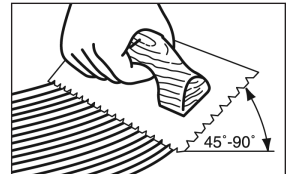

Figure 3
- Les délais de collage et de séchage de TOUS les adhésifs varient en fonction de la porosité du plancher brut, de la circulation de l'air, de l'humidité et de la température de la pièce. L'adhésif uréthane a un temps de travail raccourci dans les environnements à forte humidité. Dans les endroits où l'humidité est faible, le temps de travail sera plus long avec les adhésifs uréthane et plus court avec certains adhésifs. Ajustez la quantité d'adhésif à étaler sur le plancher brut en conséquence. L'adhésif ne devrait pas être appliqué si la température du plancher brut ou de la pièce est inférieure à 16 °C (60 °F). Tenez fermement la truelle à un angle minimum de 45° (Figure 3) contre le plancher brut afin d'obtenir un taux d'étalement de 4 à 5,5 m² (50 à 60 pi²) par gallon de Summit Select Bruce[®] ou ProConnect[®] Plus Bruce[®] (étaalez avec les truelles inscrites). La truelle laissera des stries d'adhésif et très peu d'adhésif entre les stries. Cette méthode permet de toujours voir les lignes de craie entre les stries et appliquer l'adhésif selon le taux d'étalement recommandé.